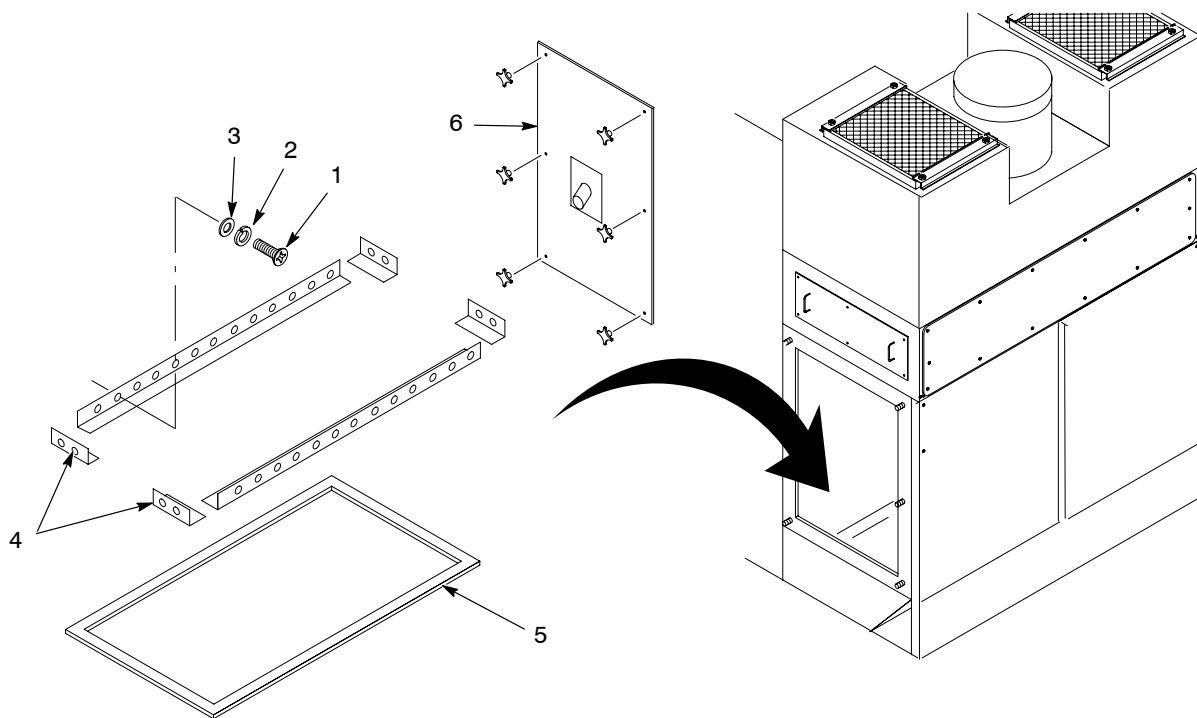

Abb. 15 Fluidisierungsplatte des Sammelbehälters ersetzen
3. Siehe Abbildung 15. Abdeckblech (6) des Patronenfilters abnehmen und verbliebenes Pulver absaugen.
4. Die Schrauben, Sicherungsscheiben und Unterlegscheiben (1, 2, 3) abnehmen, mit denen die sechs Haltewinkel (4) befestigt sind.
5. Haltewinkel und Fluidisierungsplatte (5) abnehmen.